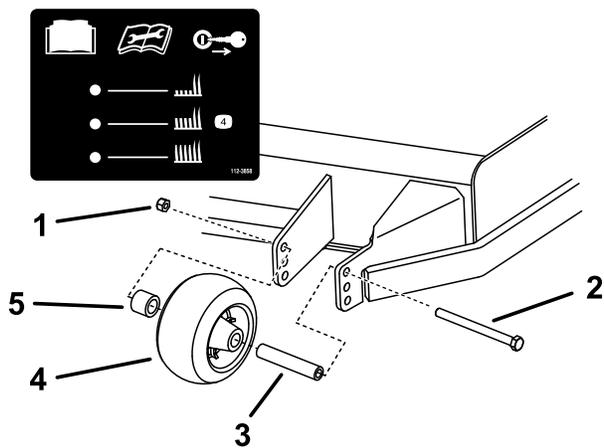
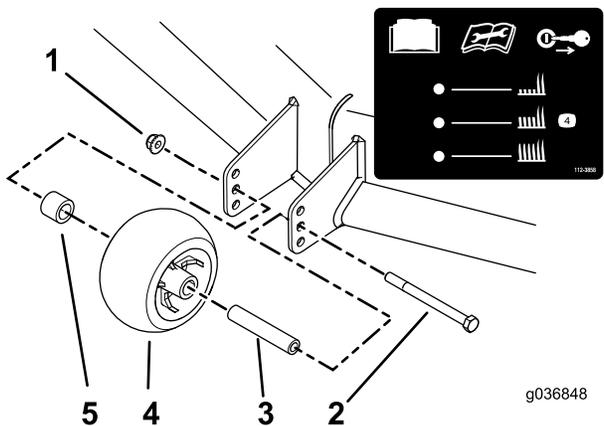

Figure 31
Figure 32
3. Réglez les galets anti-scalp comme montré à la Figure 31 et la Figure 32.